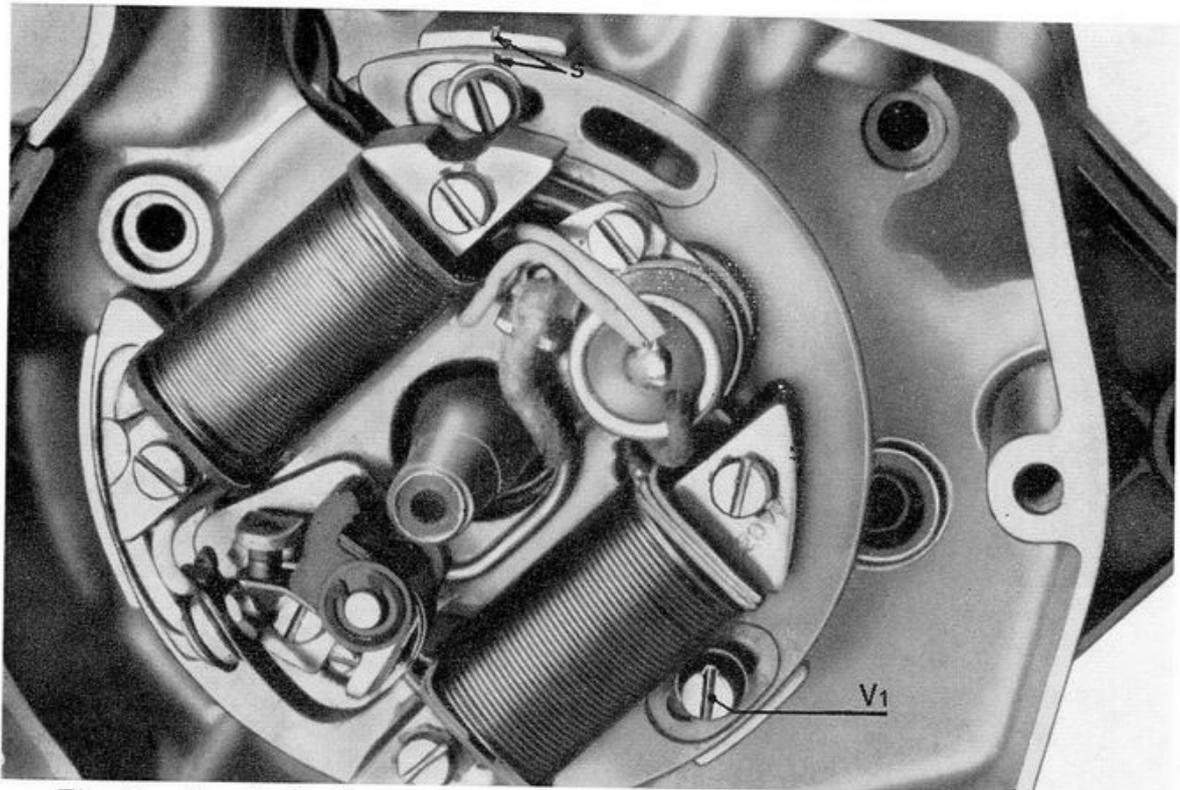

Fig. 3 - Segni di riscontro tra la bassetta portabobine e il carter motore
6. Fig. 3 - Praticare i segni di riscontro S tra la bassetta portabobine ed il carter per facilitare la fasatura durante il rimontaggio. Rimuovere la bassetta dal carter svitando le 3 viti V1.